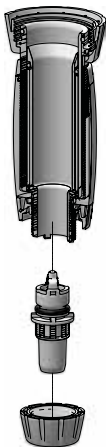

Fig. 27
- Dévisser l'écrou de verrouillage du clapet d'aspiration (**Fig. 27**)